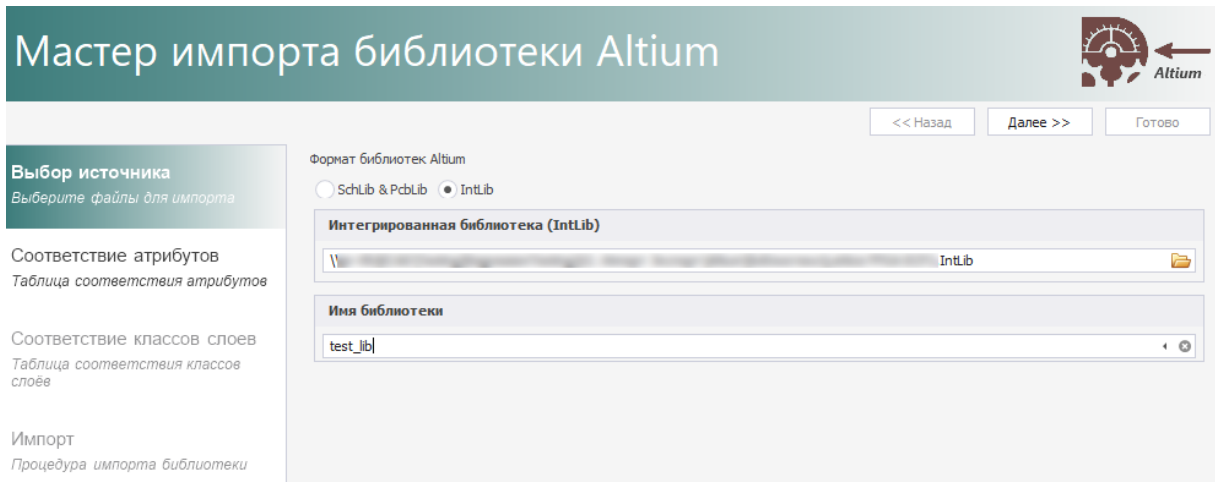

Рис. 7 Ввод имени библиотеки
3. Укажите имя для импортируемой библиотеки в поле «Имя библиотеки», Рис. 7. Имя должно быть **уникальным**.